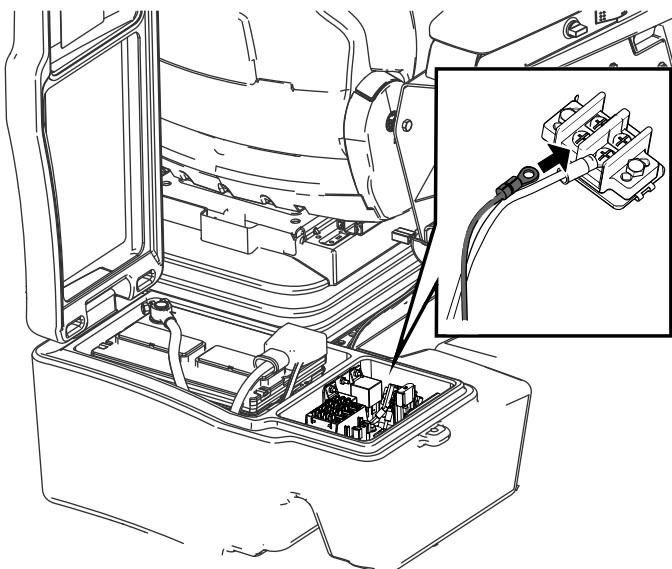

Figure 25
5. Branchez la cosse à œillet au bornier de masse ; voir la Figure 25.